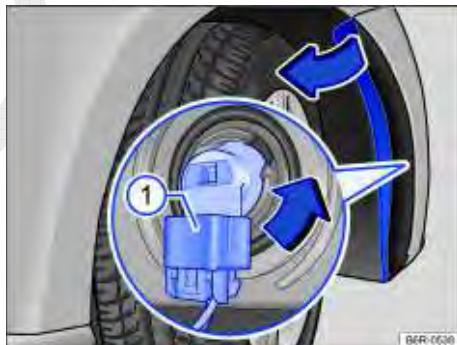

Fig. 150 Substituir a lâmpada incandescente do farol.
6. Retirar o conector de alimentação da lâmpada ⇒ Fig. 150 (1), pressionar, ao mesmo tempo, a trava de fixação do conector.
7. Girar o soquete da lâmpada ⇒ Fig. 150, **no sentido anti-horário** da seta até o batente, e desencaixá-lo do alojamento.
12. Encaixar o conector de alimentação ⇒ Fig. 150 (1) no soquete da lâmpada. O conector precisa encaixar audivelmente.